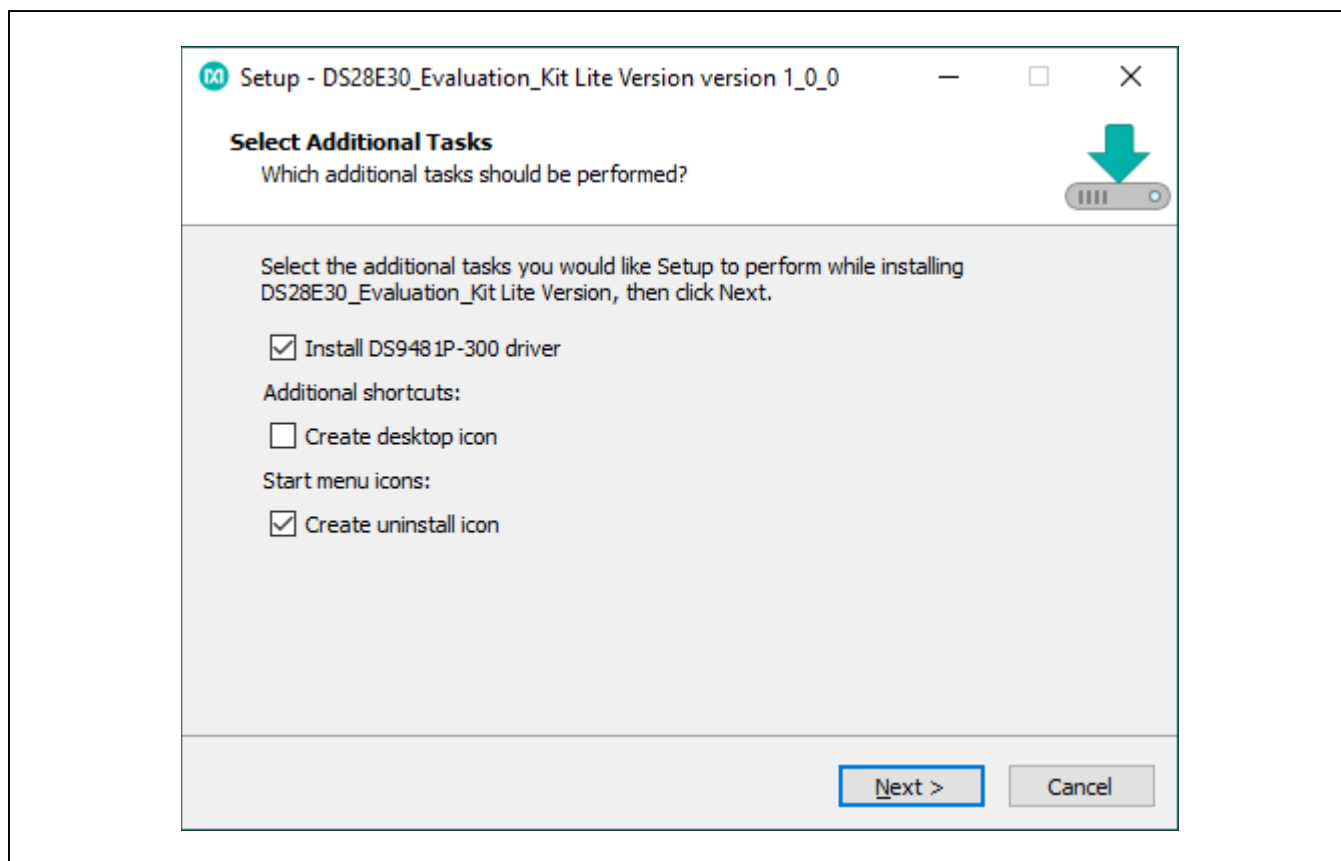

Figure 2. DS28E30 Setup Wizard
3) On the Setup window, click **Next** (Figure 2).